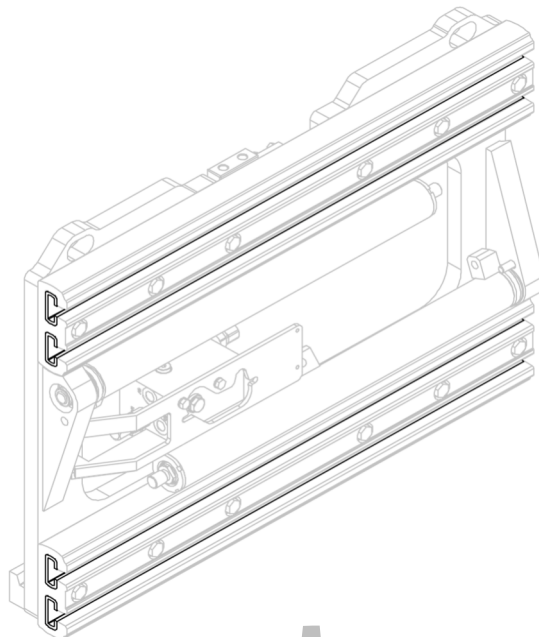
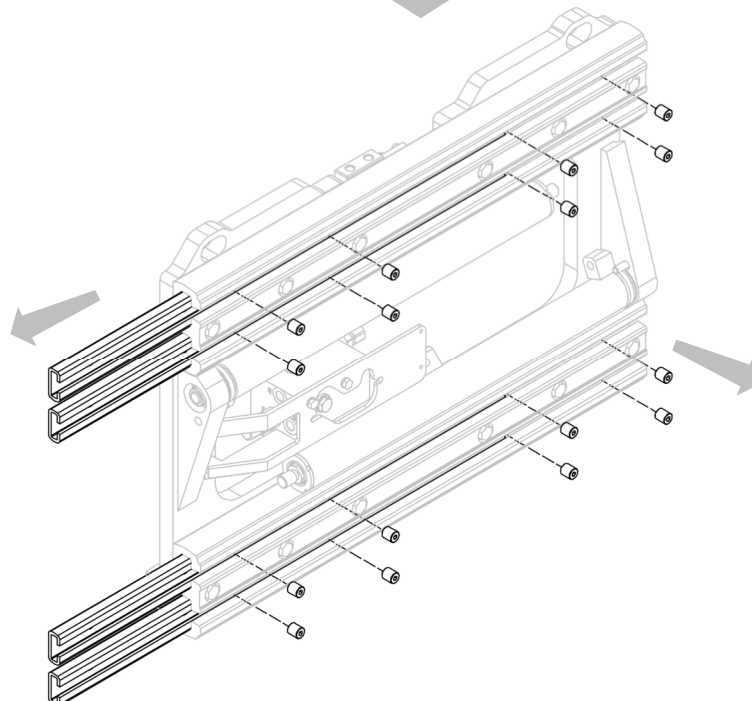

Figure 36
Figure 37
3. Retirer les bagues en nylon après avoir dévissé les grains correspondants (voir *Figure 36* et *Figure 37*).